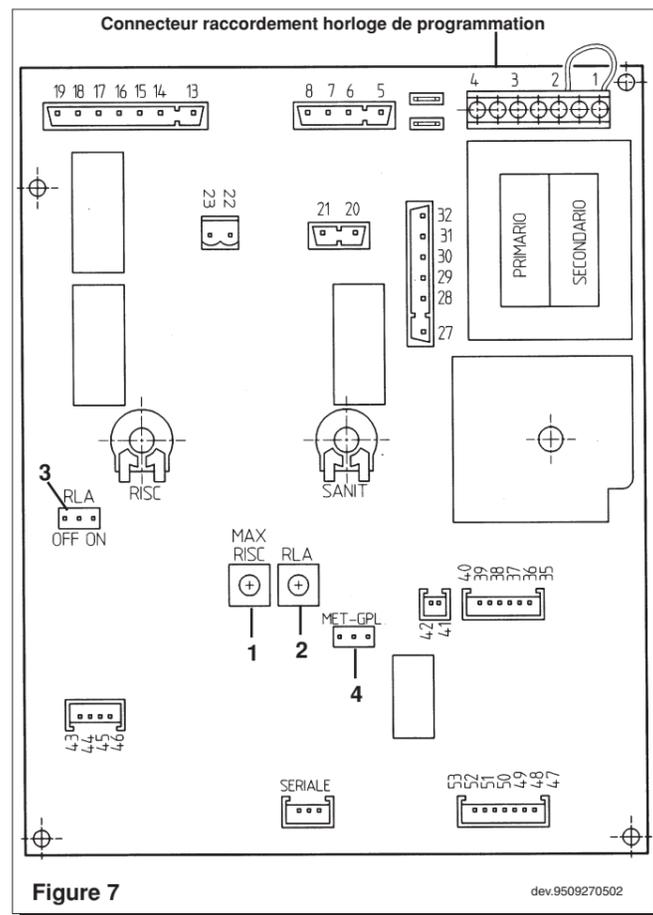

Figure 7
- * connecter le moteur du programmeur au connecteur de la carte électronique principale (bornes 3 et 4 de la figure 7);
- * positionner le pont du connecteur "changement de gaz", dans le secteur MET pour le gaz naturel ou dans le secteur GPL pour le gaz liquide (figure 7 de la page 10).